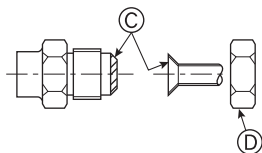

Fig. 4-8
(A) (Fig. 4-8)
(B) (Fig. 4-8)
### 4.4. Tubos de conexión (Fig. 4-8)